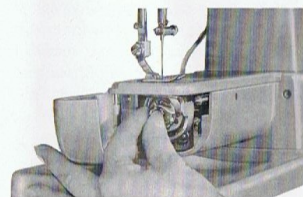

Abb. 3
4. Spulenkapsel-Herausnehmen (Abb. 3)